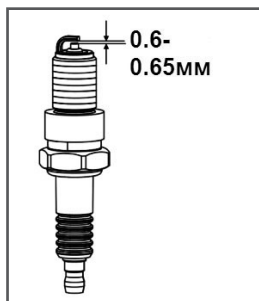

Рис.19 Свеча зажигания
4. Измерьте зазор между электродами свечи зажигания специальным щупом. Зазор должен быть 0,65-0,7 мм (Рис.19). При увеличении или уменьшении требуемого зазора рекомендуется заменить свечу, так как регулировка зазора может привести к изменению качества искрообразования.